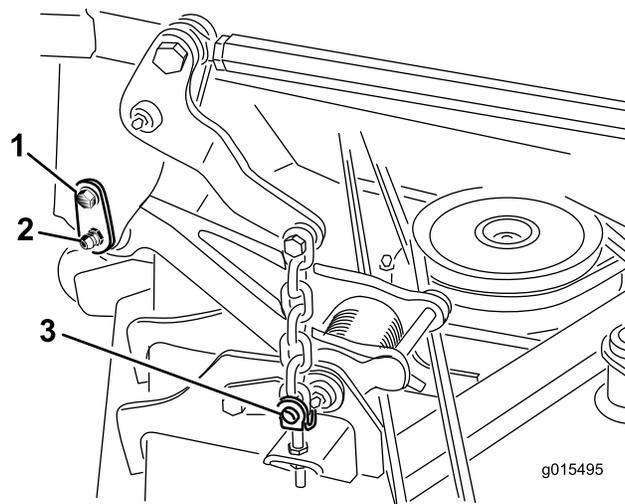

Figura 1
- Rimuovete la vite a perno che fissa il perno di ancoraggio al telaio portante (Figura 1).
8. Rimuovete i 4 perni ad anelli e i perni con testa che fissano le catene di sollevamento del piatto di taglio alle teste di regolazione sul piatto di taglio (Figura 1).